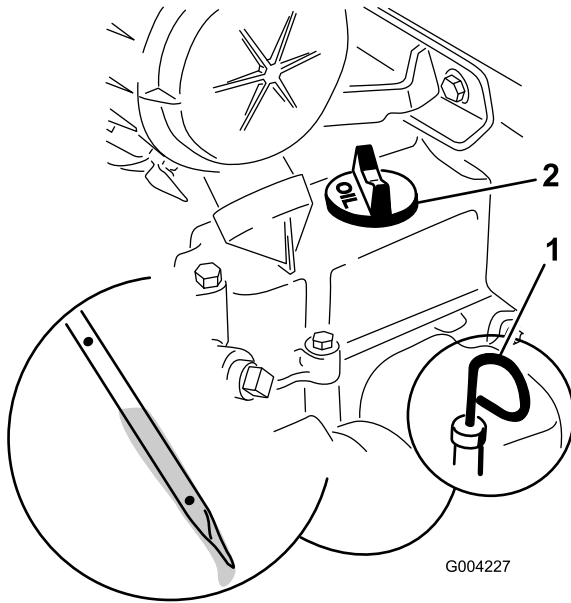

Figura 17
4. Pulite attorno all'asta di livello (Figura 17).
5. Estraete l'asta di livello dell'olio e pulite l'estremità metallica (Figura 17).
6. Infilate fino in fondo l'asta di livello nel relativo tubo (Figura 17).
8. Se il livello dell'olio è troppo basso (inferiore al foro inferiore), pulite l'area circostante il tappo di riempimento dell'olio e rimuovere il tappo (Figura 17).